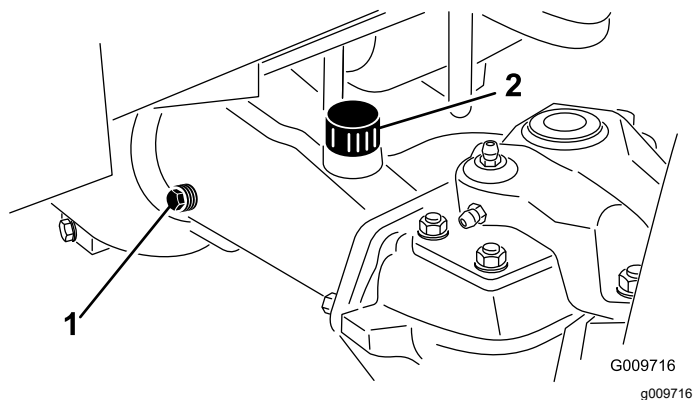

图 69
2. 从轴的 1 端取出检查塞图 69 确保油向上直至孔的底部。如果油位过低请取出加注塞图 69 添加足够的油直至油位达到检查塞孔的底部。